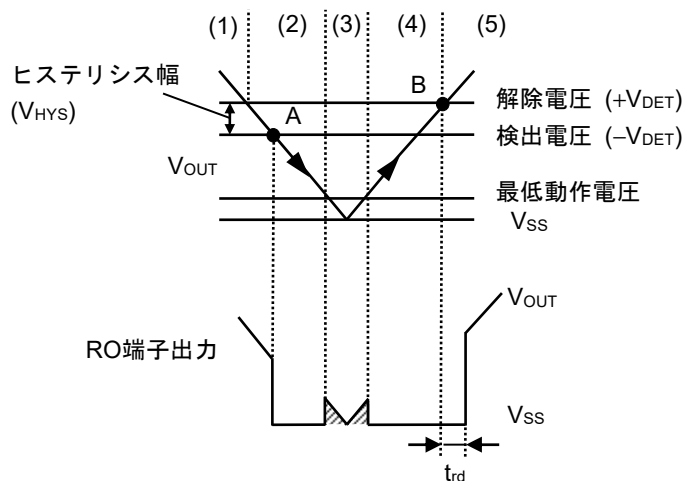

図23 ディテクタ部のタイミングチャート
- (1) レギュレータの出力電圧 ( $V_{OUT}$ ) がディテクタの解除電圧 ( $+V_{DET}$ ) 以上で、Nchトランジスタ (N1, N2) はオフになり、RO端子に "H" が出力されます。このときPchトランジスタ (P1) はオン状態で、コンパレータ (C1) への入力電圧は  $\frac{R_B \cdot V_{OUT}}{R_A + R_B}$  になります。
- (2)  $V_{OUT}$ が低下し $+V_{DET}$ 以下になっても、検出電圧 ( $-V_{DET}$ ) 以上であればRO端子に "H" が出力されます。 $V_{OUT}$ が $-V_{DET}$  (図23のA点) 以下になるとC1によって制御されるN1はオンになり、 $C_{DLY}$ が放電されます。同時に、遅延回路によって制御されるN2はオンになり、RO端子に "L" が出力されます。このときP1はオフになり、C1への入力電圧は  $\frac{R_B \cdot V_{OUT}}{R_A + R_B + R_C}$  になります。
- (3)  $V_{OUT}$ がさらに低下し、ICの最低動作電圧以下になると、RO端子出力は不定になります。RO端子がプルアップされる場合、"H" が出力されます。
- (4)  $V_{OUT}$ が最低動作電圧以上に上昇するとRO端子に "L" が出力されます。また、 $V_{OUT}$ が $-V_{DET}$ を越えても $+V_{DET}$ 未満の場合には出力は "L" になります。
- (5) さらに $V_{OUT}$ を上昇させ $+V_{DET}$  (図23のB点) 以上になるとN1はオフになり、 $C_{DLY}$ が充電されます。 $V_{DLY}$ がしきい値電圧 (1.25 V typ.) になると、遅延回路によって制御されるN2はオフになり、RO端子に "H" が出力されます。